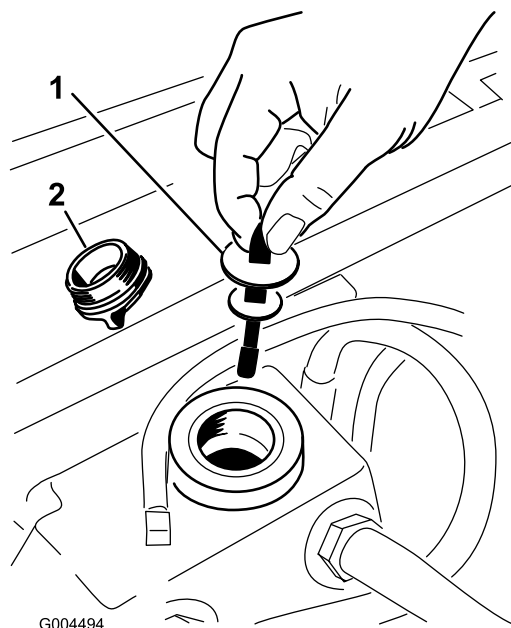

Рисунок 60
5. Снимите крышку заливной горловины бака гидравлической жидкости (Рисунок 60).
6. Выверните масломерный шуп и протрите его чистой ветошью (Рисунок 60).
7. Вставьте масломерный шуп в заливную горловину; затем извлеките его и проверьте уровень жидкости (Рисунок 60).